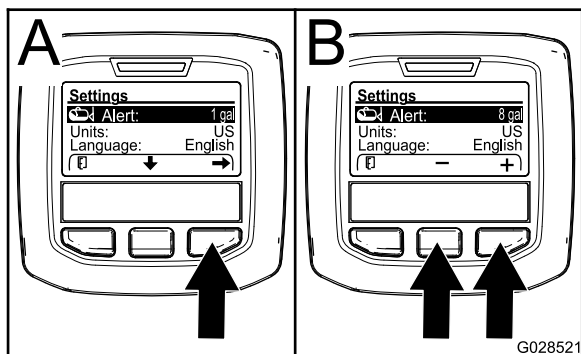

Figure 69
2. Appuyez sur le bouton de sélection central pour mettre en surbrillance le réglage Alerte (Figure 69).
3. Appuyez sur le bouton de sélection droit (Figure 69).
4. Utilisez le bouton de sélection central ou droit pour entrer la quantité minimum dans la cuve à laquelle l'alerte s'affichera pendant le fonctionnement du pulvérisateur (Figure 69).